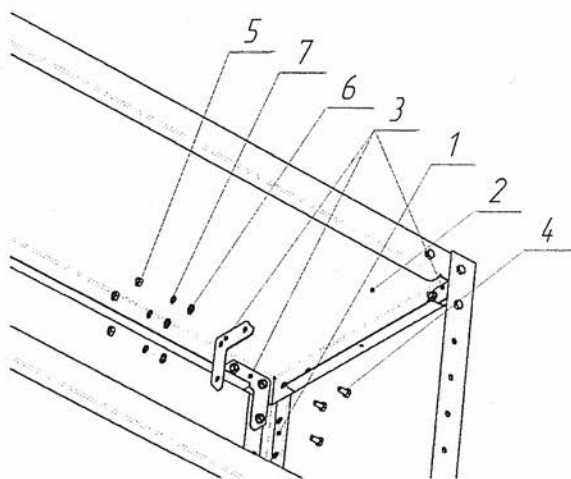

Рис. 1
4.2. Прикрепить полки поз.2 с помощью крепежа М6 (болт поз. 4, гайка поз. 5, шайба поз. 6, шайба пружинная поз. 7) к стойкам поз. 1 на выбранных потребителем уровнях высоты согласно рис.1. Уголки стяжные поз. 3 использовать для крепления только верхней и нижней полок.